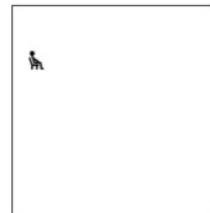

Fig. 6: Pantalla de inicio
⇒ El esfigmomanómetro se conecta automáticamente, hace una prueba de la pantalla y muestra la pantalla de inicio. (Véanse Fig. 5 y Fig. 6).
- ⇒ Se mostrará la pantalla de inicio (Fig. 6) en el dispositivo..
⇒ Se mostrará la pantalla de inicio en el dispositivo (Fig. 6).